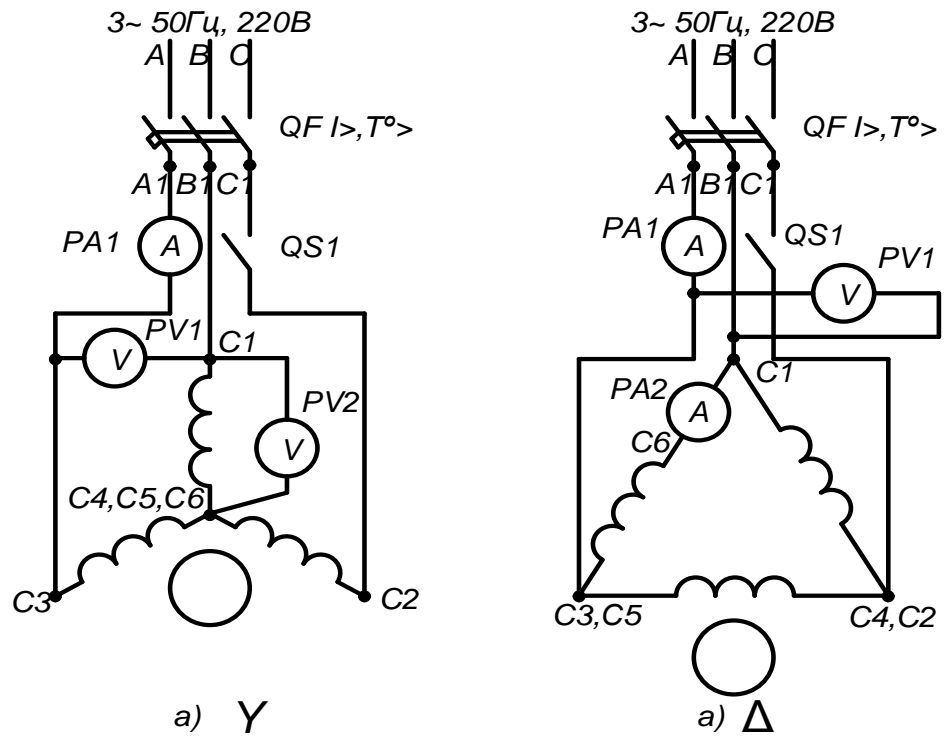

Рис. 7.1 Принципові електричні схеми вмикання трифазного асинхронного електродвигуна з коротко замкнутим ротором при з'єднанні обмоток статора в:
2. Ознайомитись з обладнанням і приладами робочого столу, скласти електричну схему для дослідження за рис. 7.1 (а). Після перевірки викладачем подати напругу, зафіксувати робочі лінійні та фазні струми і напруги, записати їх значення в таблицю 7.1. Зупинити електродвигун, вимикачем QS1 розірвати одну фазу живлення, спробувати запустити електродвигун, зафіксувати пусковий струм (досвід не розглядати в часі, пусковий струм протікає за тривалістю до 6 с).
3. Скласти електричну схему для дослідження за рис. 7.1 (б), приєднавши електродвигун до джерела живлення більш низької напруги. Повторити досліди, які виконувались у п. 2. Результати занести до таблиці 7.1.